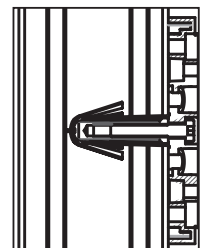

Abb. 3 / Fig. 3 / Afb. 3
6. Schloss mit Gewindebolzen in die Siebhülse eindrücken und gemäß Schlossmontageanleitung anschrauben (Abb. 3).
6. Enfoncer le verrou avec des boulons filetés dans le tamis à injection et la visser selon les consignes de montage du verrou (fig. 3).
6. Druk vervolgens het slot met de bout in de zeefhuls en schroef het geheel volgens de montagehandleiding van het slot vast (Afb. 3).